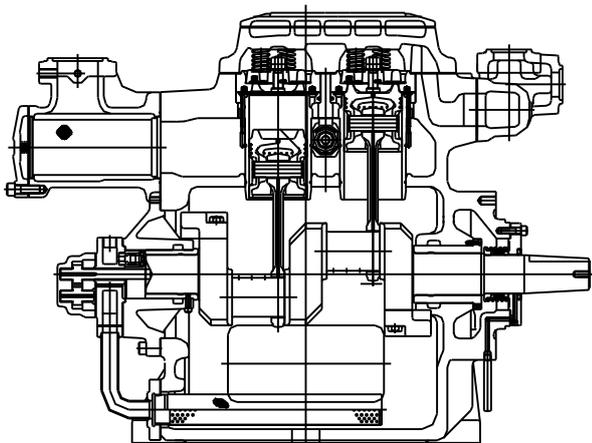

図2 VEM 冷凍機 断面図
- ・ 吐出弁廻りは専用設計されており、体積効率に大きく影響するトップクリアランス（ピストン上死点時の弁座との隙間）を最適化し、ピストン押し のけ量がVZL機より約52%と少ない仕様であるが、COPはそれと同等以上となっている。図2にVEM冷凍機の断面図を示す。